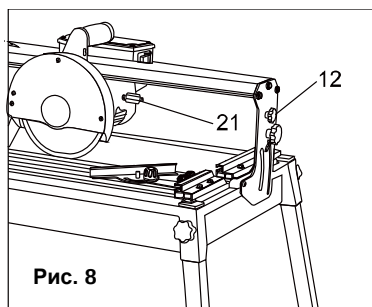

Рис. 8
- Ослабьте крепежную гайку (12, Рис.8).
- Снимите опорный винт (21, Рис.8).